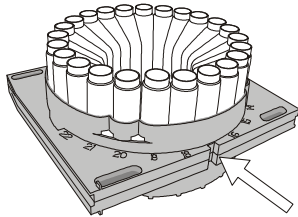

Figure 2-2 Présentez d'abord le côté sur lequel l'encoche est située afin que celle-ci se trouve face à l'arrière du compartiment réfrigéré
3. Identifiez l'arrière du casier (flèche, Figure 2-2). Une encoche présente à l'arrière du casier permet de le fixer à la paroi arrière du réfrigérateur.